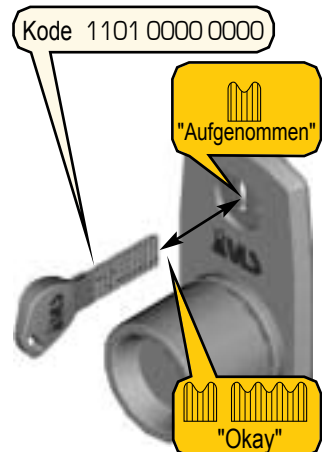

Abbildung 29 - Blockieren des Betriebskodes Nr. 2
2. Wählen Sie den Kode für Blockieren 1101 0000 0000 (Abb. 29) auf dem Schlüssel zum Blockieren des Betriebskodes Nr. 2.